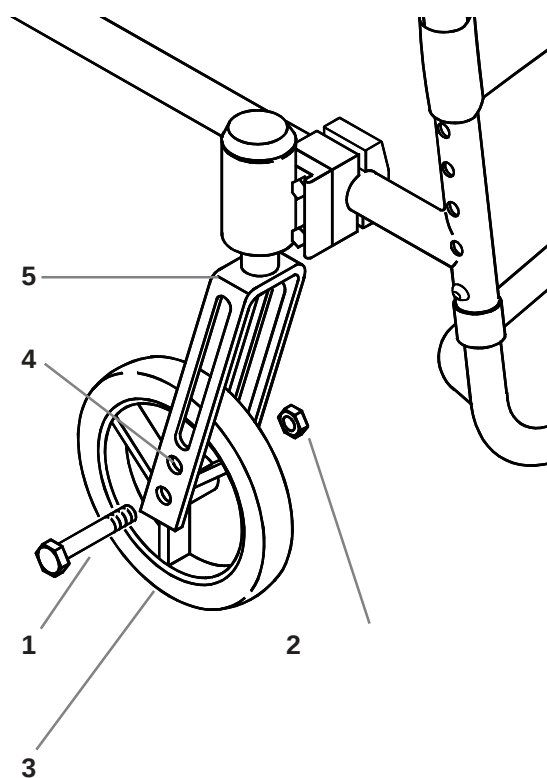

Fig. 35
De twee-gats voorvorken geven u de mogelijkheid tot het verwisselen van 125mm, 200mm en 150mm voorwielen om zo de zithoogte te verstellen (Fig. 35). Om te verstellen verwijdert u de asbout (1) en moer (2) met een 13mm ringsleutel waarna het voorwiel (3) verwijderd kan worden. Ofwel u verandert de voorwiel grootte en/of de positie van voorwiel naar boven of beneden in de gewenste voorgeboorde gaten (4) die op een onderlinge afstand van 25mm voorgeboord in de voorvork (5) zitten. Monteer de bout en moer weer en draai ze vast op een aanhaalmoment van 27Nm.